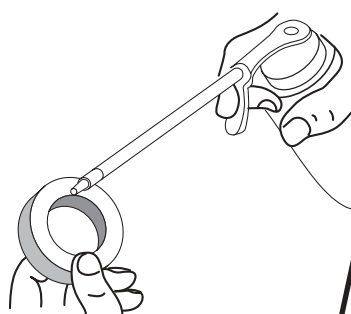

Fig. 37
4. Appliquez suffisamment d'huile SAE 30 propre pour enduire légèrement le filtre (Fig. 37).